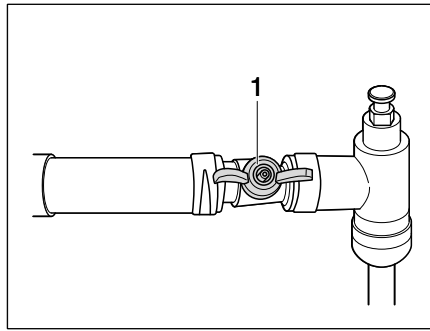

Fig. 309 Grifo de cierre Alde, abierto
- Poner el grifo de cierre (Fig. 309,1) en posición transversal con respecto a la tubería.
- Poner el grifo de cierre (Fig. 309,1) en paralelo a la tubería.